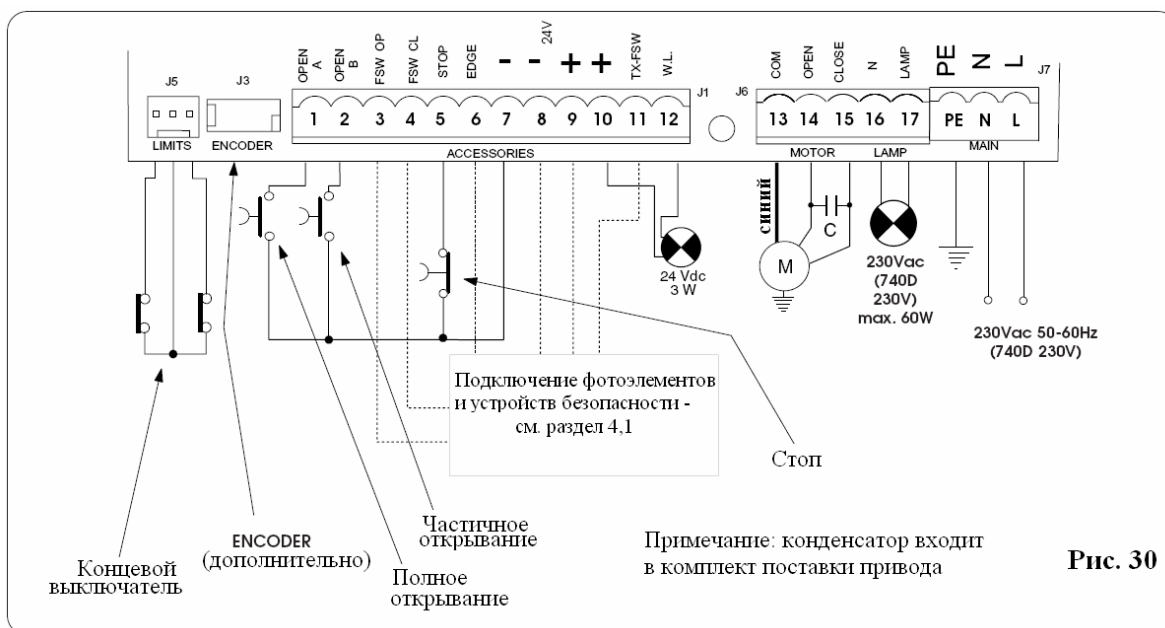

Рис. 30
4.2. Клеммник J7 - Питание (рис. 30)
4.3. Клеммник J6 – Двигатели и лампа проблескового огня (рис. 30)
4.4. Клеммник J1 – Дополнительные устройства (рис. 30)
4.6. Штекер J6 – Подсоединение концевого выключателя (рис. 30)
Этот штекер предназначен для быстрого подсоединения концевых выключателей при открывании и закрывании, остановки створки, начала торможения и /или торможения (подробнее см. раздел 5.2 «Расширенное программирование»). В случае редукторных двигателей, имеющих блок управления, выполняется заводской электромонтаж этого подсоединения (рис. 30). Направление открывания створки - подробнее см. раздел 5.2 «Расширенное программирование».
4.7. Штекер J3 – Подсоединение шифратора (рис. 30)